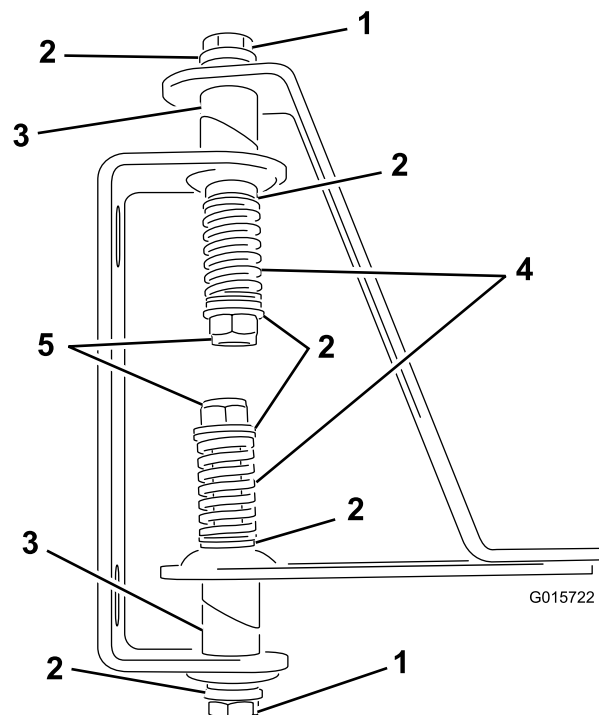

図 3
4. 蝶番に溶接されているチューブ、蝶番、ストラップにボルトを通す図3。
6. 各ボルトの端部にスプリングを取り付ける図3。